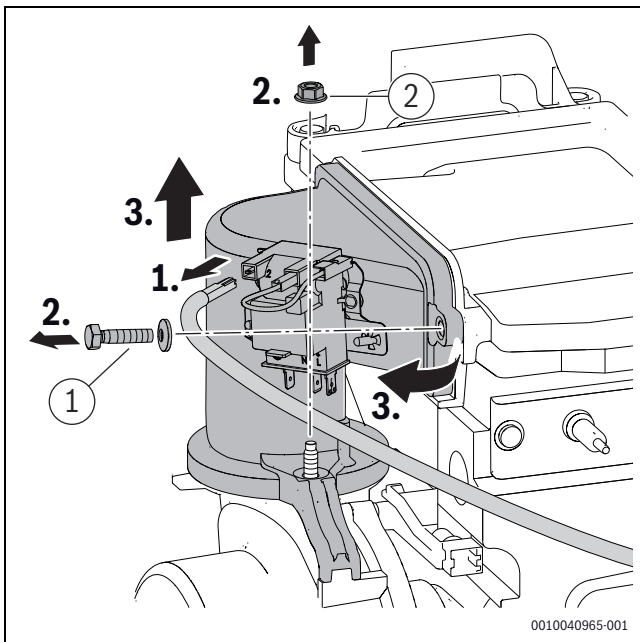

Bild 63 Mischeinrichtung ausbauen
- ▶ Schraube und Mutter ([1] und [2], Bild 63) an der Mischeinrichtung mit 5,5+0,5 Nm festziehen.